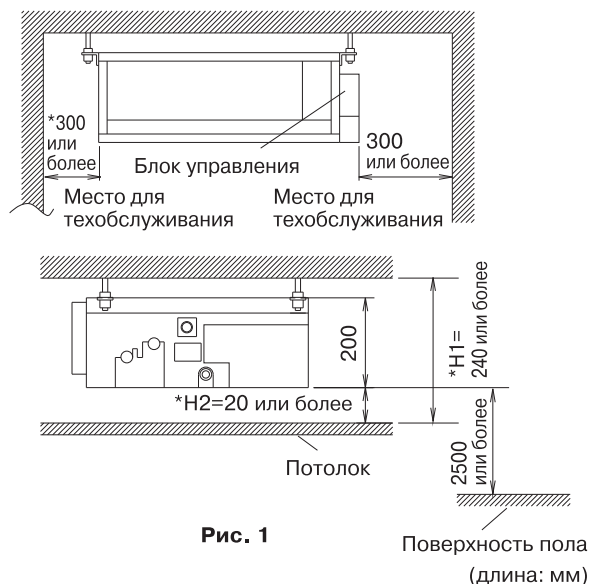

Рис. 1
(1) Выберите для установки такое место, где соблюдаются указанные ниже условия и удовлетворяются требования пользователя.
- С наличием свободного пространства, достаточного для технического и сервисного обслуживания. (См. рис. 1)